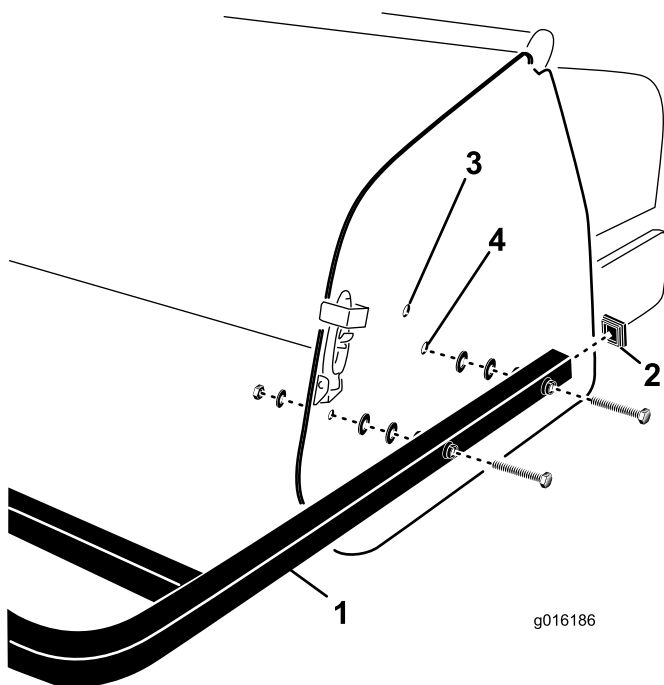

Bild 29
1. Stecken Sie die Endkappen auf die hinteren Schutzvorrichtungsröhre (Bild 29).
2. Fluchten Sie die Löcher in den Befestigungsrohren der hinteren Schutzvorrichtung mit den Löchern in der Seitenplatte des Aerifizierers aus (Bild 29).
3. Befestigen Sie die Befestigungsrohre für die Schutzvorrichtung mit vier Schrauben, Flachscheiben und Muttern an den Seitenplatten (Bild 29).